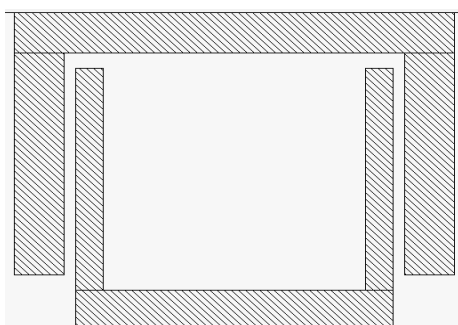

Рис. 3.175
- Щёлкните по значку **Rectangle Conductor**, поместите курсор в поле электромагнитной структуры и нажмите клавишу **Tab**. В открывшемся окне в поле **x** введите **4.1**, в поле **y** введите **5.5**, нажмите **OK** и затем клавишу **Tab**. В открывшемся окне в поле **dx** введите **0.5**, в поле **dy** введите **-4.4**, нажмите **OK**. Скопируйте созданный резонатор и подключите его к правому краю нижнего заземляющего проводника. Должна получиться топология, показанная на рис. 3.175.
- Щёлкните по значку **Rectangle Conductor** на панели инструментов, поместите курсор в поле электромагнитной структуры и нажмите клавишу **Tab**. В открывшемся окне в поле **x** введите **4.1**, в поле **y** введите **5.5**, нажмите **OK** и затем клавишу **Tab**. В открывшемся окне в поле **dx** введите **0.5**, в поле **dy** введите **-4.4**, нажмите **OK**. Скопируйте созданный резонатор и подключите его к правому краю нижнего заземляющего проводника. Должна получиться топология, показанная на рис. 3.175.